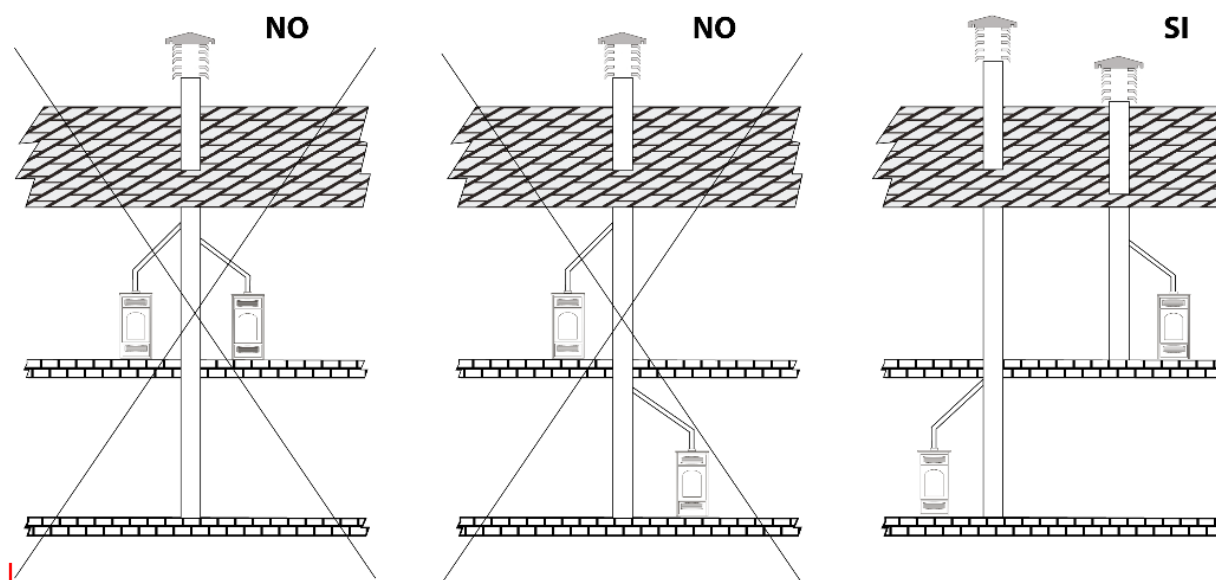

Fig.1
- No se debe conectar a ningún otro conducto, caldera, estufa o campana extractora de ningún tipo (*fig. 1*).